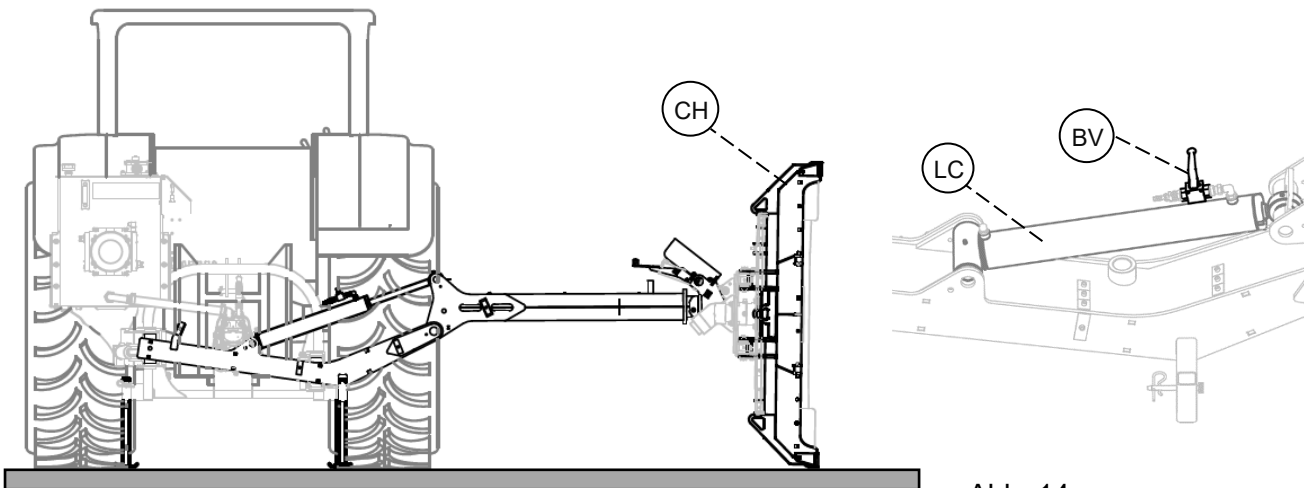

Abb. 14
Stellen Sie den Mulchkopf (CH) in die senkrechte Position (siehe Abb.14) und drehen Sie den Hebel (BV) am Hubzylinder (LC) zu. Stellen Sie sicher, dass die Maschine nicht herunterfallen kann. Halten Sie den Traktor an und ziehen Sie die Feststellbremse an.